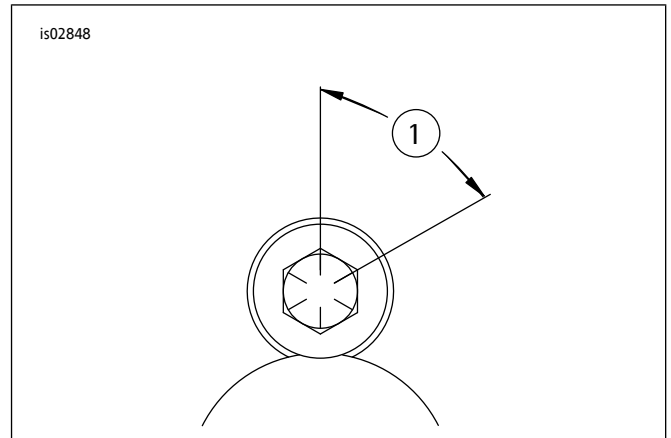

图2。再次拧紧顺序
5. 参见图2。所有螺丝拧紧至31.2牛米(23英尺磅)后，使用油彩笔在所有链轮螺丝头上画一条直线，并使直线延伸至链轮上。